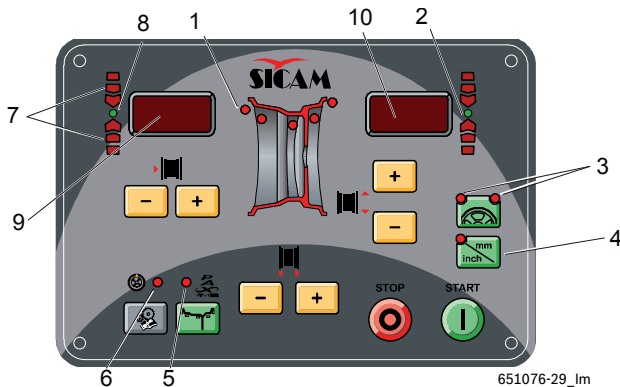

Fig. 9: LED sur le champ de commande/d'affichage
➔ Par les LED (Fig. 9, pos. 1) on affiche les positions des plans d'équilibrage pour chaque programme d'équilibrage.
En cas de sélection du programme d'équilibrage PAX, la LED Pax (Fig. 9, pos. 5) s'allume également.